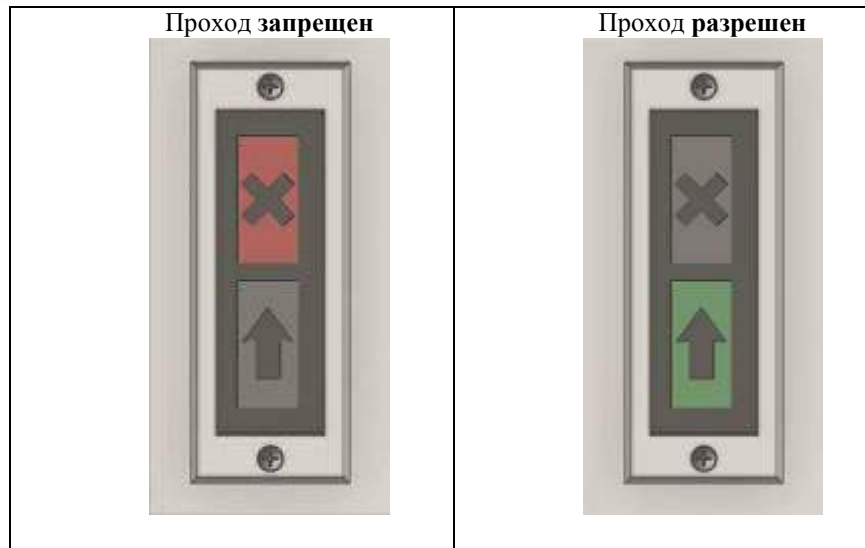

Рис. 3 - Отображения статуса турникета на индикации
1.4.2.3 С момента начала поворота ротора на табло индикации высвечивается индикация (см.рисунок 3) красного цвета (горит «>>>»).